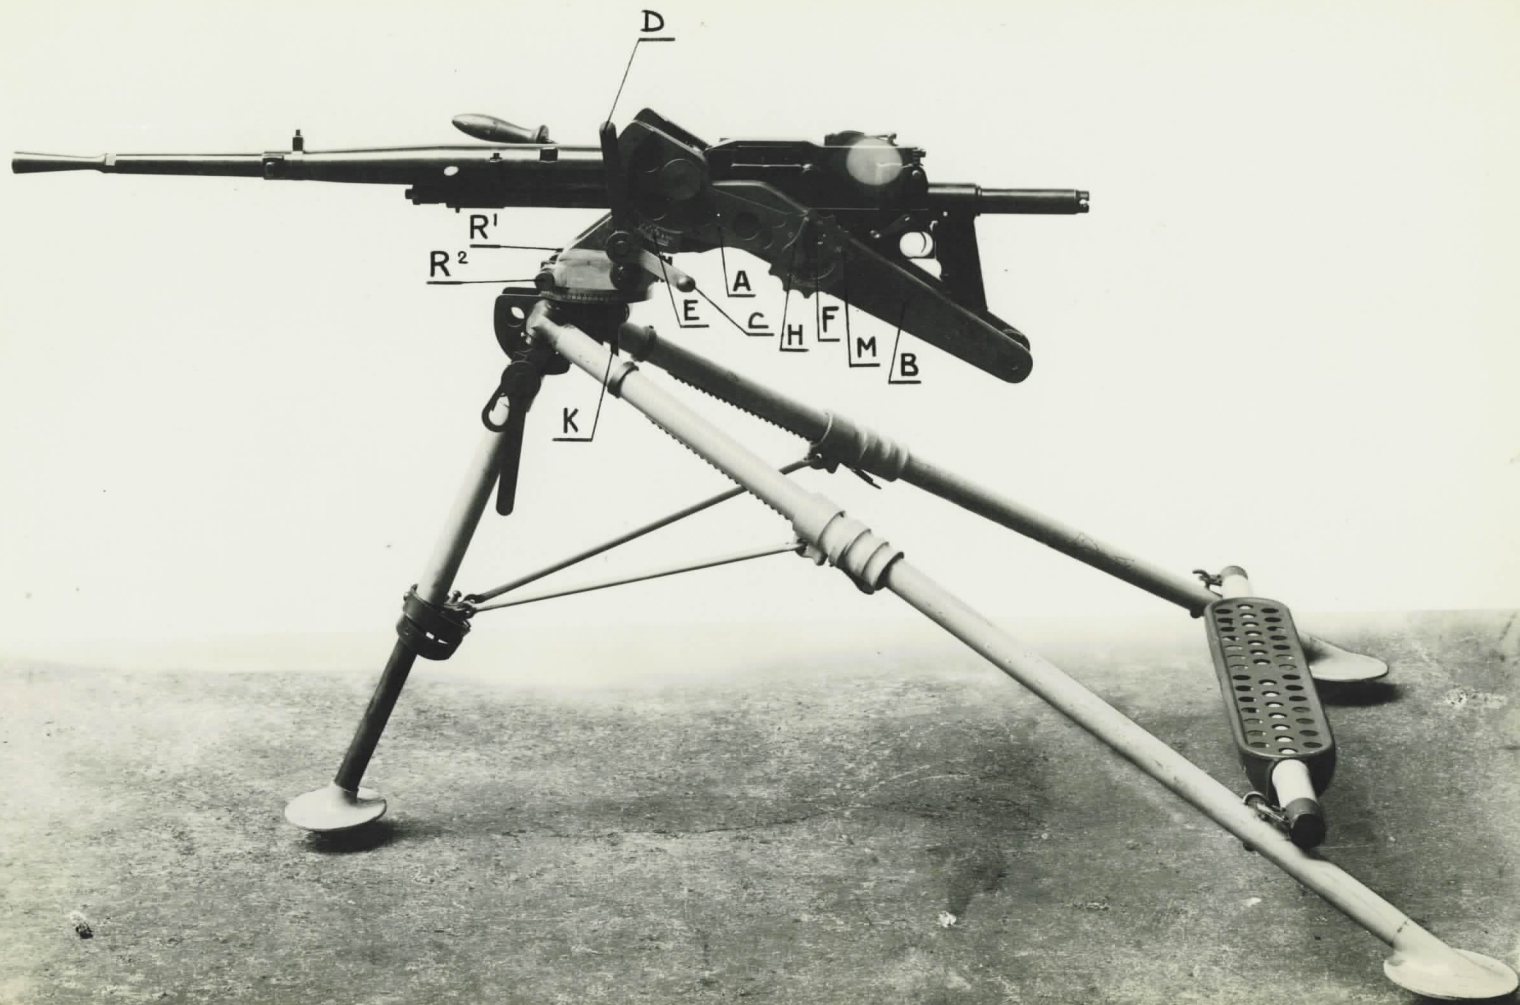

Figure 1 - Mitrailieuse sur Affut en position haute (vue à gauche)
- Figure 1 - Mitrailleuse sur affût en position haute